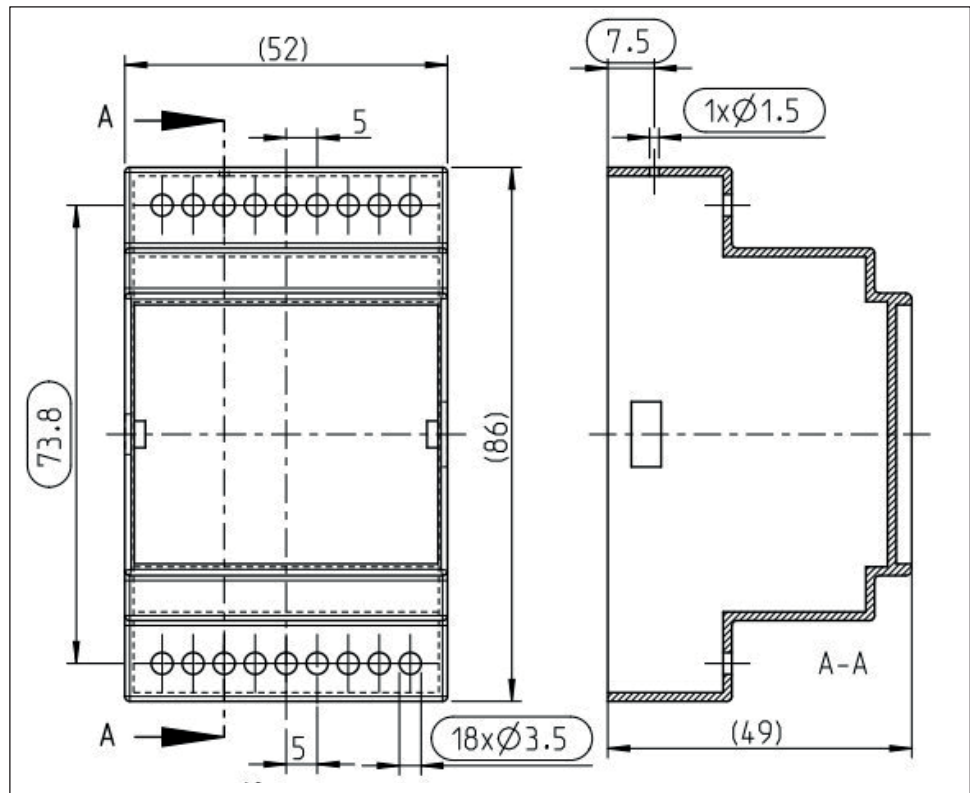

Abbildung 7: Maße
- Für das WTX 202 wird eine externe Spannungsversorgung gemäß Spezifikation benötigt (siehe "Abbildung 7: Maße" auf Seite 16).